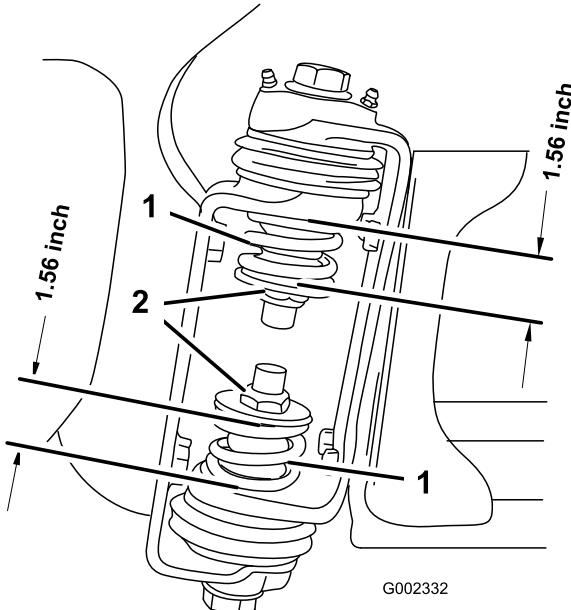

Figura 8
- En la articulación del brazo, mida la compresión de los muelles superior e inferior, con los brazos en posición extendida (Figura 8).